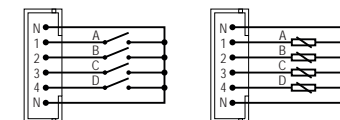

Fig. 2
- Fig. 2: Binary inputs connection
- Fig. 2: Conexión de entradas binarias